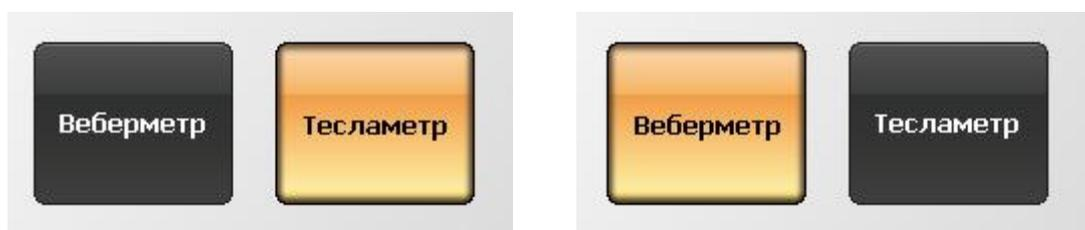

Рисунок 4. Настройки. Режимы работы ТПУ-2В. Режим «Тесламетр» (слева), режим «Веберметр» (справа)
- 5) кнопка «Настройки» выведет окно настроек (рисунок 4);
- а) «Тесламетр» (рисунок 4, слева);
- б) «Веберметр» (рисунок 4, справа).